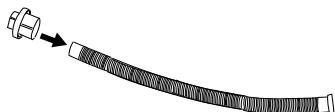
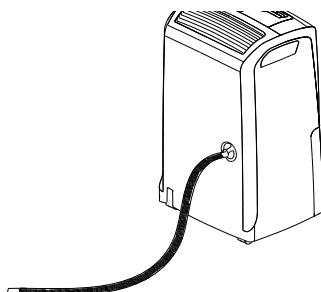

fig. 3
fig. 4
- 2) Insérez le capuchon de vidange 1 dans le flexible de vidange du condensat (8) jusqu'à l'extrémité (Fig. 3), puis vissez le capuchon sur la goulotte 2 (Fig. 4).
- 3) Assurez-vous que l'extrémité du flexible ne soit pas plus haut que la goulotte (Fig. 3), ou l'eau pourrait demeurer dans le réservoir.